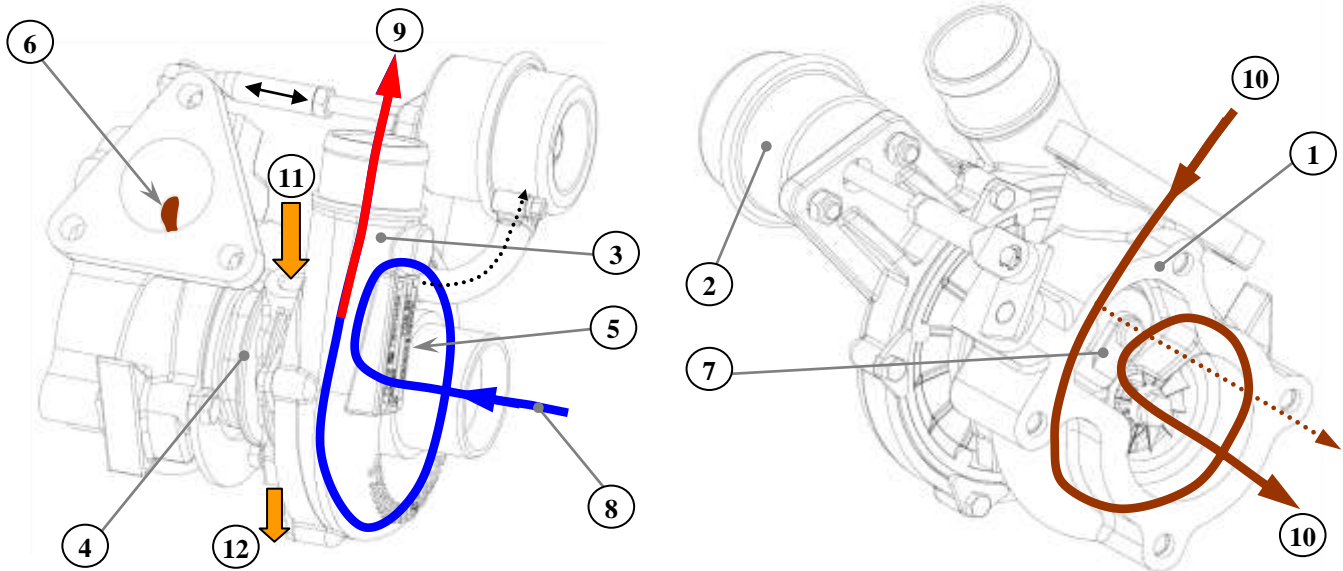

Рис. 71. Турбокомпрессор:
Подача воздуха при запуске двигателя и на минимальных оборотах холостого хода осуществляется за счет разрежения, создаваемого поршнями в цилиндрах двигателя, а по мере роста частоты вращения коленчатого вала и увеличения топливоподачи (нагрузки на двигатель) – регулируемым турбокомпрессором с перепуском отработавших газов WGT (рис. 71).
**Турбокомпрессор** (рис. 71) – является одним из основных агрегатов системы впуска воздуха и выпуска отработавших газов, от которого зависят эффективные показатели двигателя – мощность и крутящий момент, а также экономичность и токсичность. Турбокомпрессор использует энергию отработавших газов для подачи воздушного заряда в цилиндры. Колесо турбины и колесо компрессора находятся на общем валу, который вращается в плавающих радиальных подшипниках скольжения.